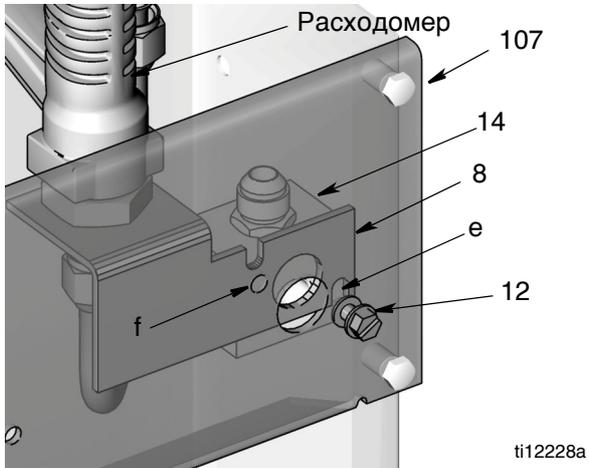
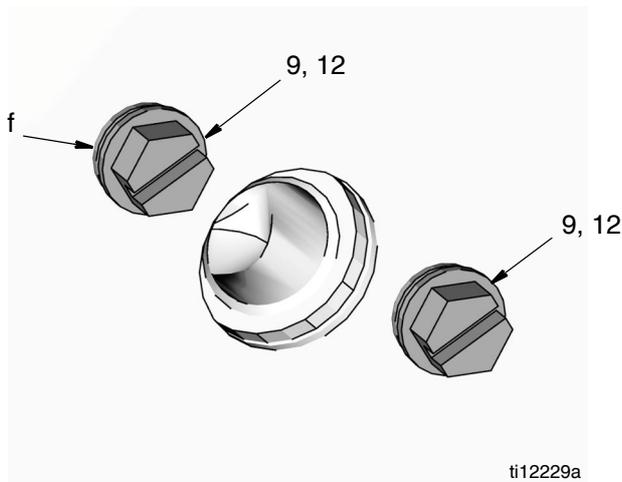

Рис. 14
Рис. 15
Кронштейн (8) должен плотно прилегать между распределителем (14) и передней панелью (107), а паз (е) расположен поверх резьбы винта (12) (установленного в шаге 3) (см. Рис. 14).
5. Наденьте шайбу (9) и закрутите винт (12) в отверстие (f) (Рис. 14 и Рис. 15). Надежно затяните.